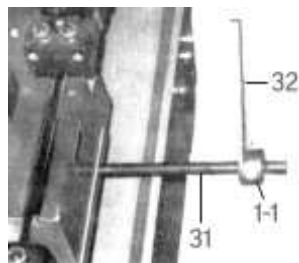

fig. 1
7. Glissez la tige d'arrêt de la barre (n° 31) dans la base (fig. 1).